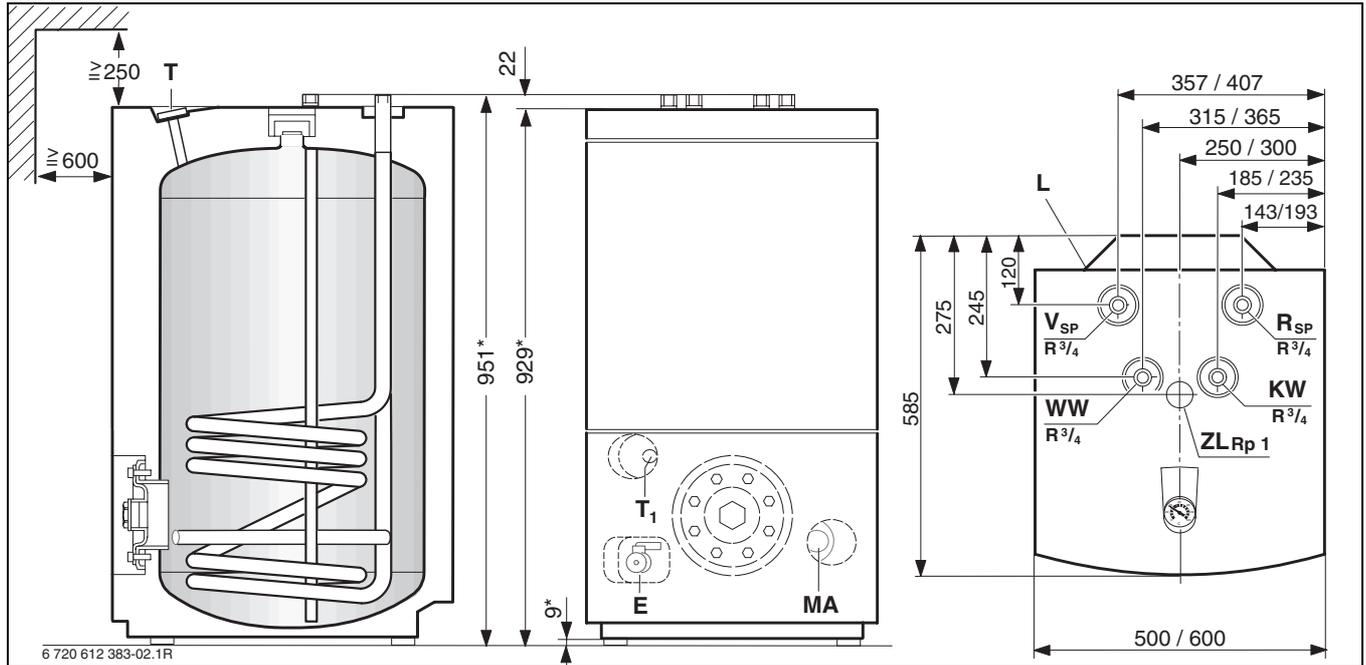

Fig. 1 Le quote relative alle misure e riportate dopo la barra trasversale, si riferiscono al bollitore WU 160 W, di dimensioni superiori.
- Posizionare verticalmente il bollitore mediante i piedini regolabili (→ fig. 1 a pagina 5).